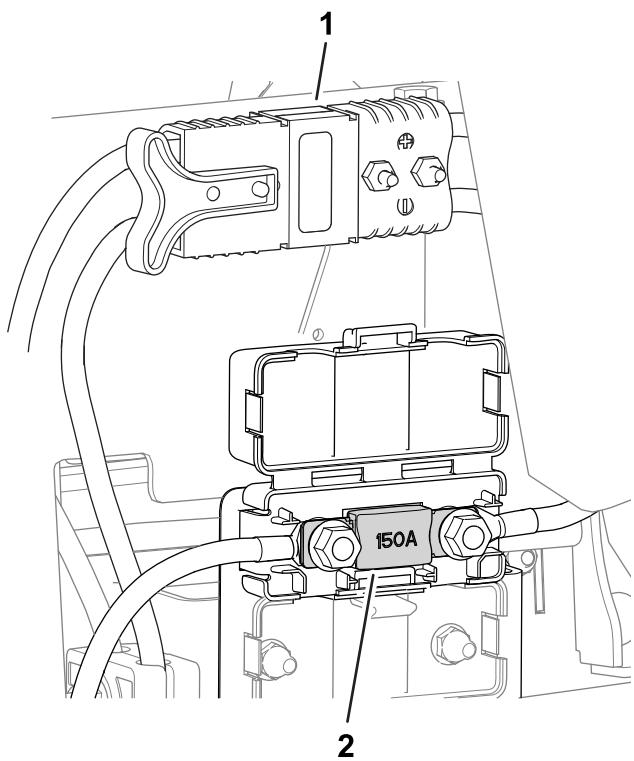

図 60
- 回路保護用のヒューズは主電源コネクタの下にあります図 60。